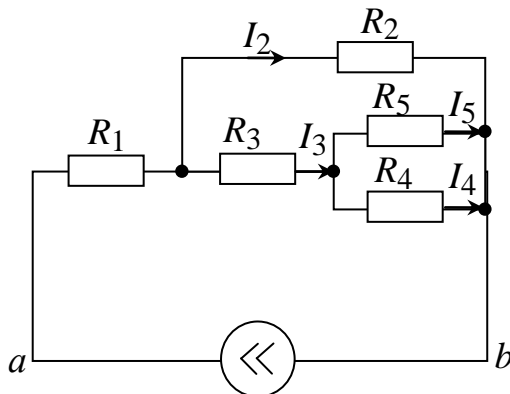

Рис. 1.14
**Задача 1.** Рассмотрим электрическую цепь, изображенную на рис. 1.14.